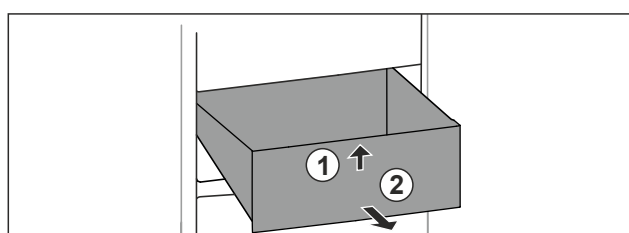

Fig. 97
- Lyft upp låda framtill. Fig. 97 (1)
- Ta ut låda genom att dra den framåt. Fig. 97 (2)